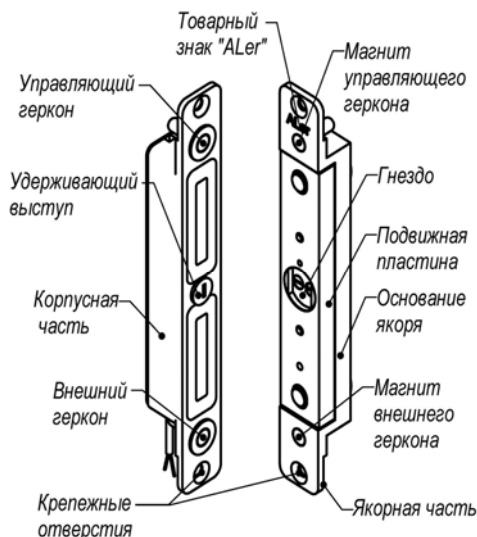

Рис.1
4.1 ЗАМОК состоит из корпусной и якорной частей. При закрытии двери подвижная пластина якорной части притягивается к рабочей поверхности корпусной части, при этом удерживающий выступ на корпусе входит в соответствующее гнездо пластины якоря и запирает дверь (рисунок 1). Величина удерживающего усилия замка определяется конструктивными размерами удерживающего выступа. При снятии напряжения питания ЗАМОК разблокируется, что приводит к отпиранию двери.
5.2 Для монтажа якорной части в дверном полотне симметрично кромкам двери подготавливается гнездо шириной не менее 26 мм и глубиной не менее 28 мм. Подвижная пластина якоря не должна касаться стенок гнезда при любом положении якоря. Якорная часть замка вертикального исполнения должна быть сориентирована в гнезде по установочной метке в виде товарного знака «ALeg» направлением вверх (рисунок 1).